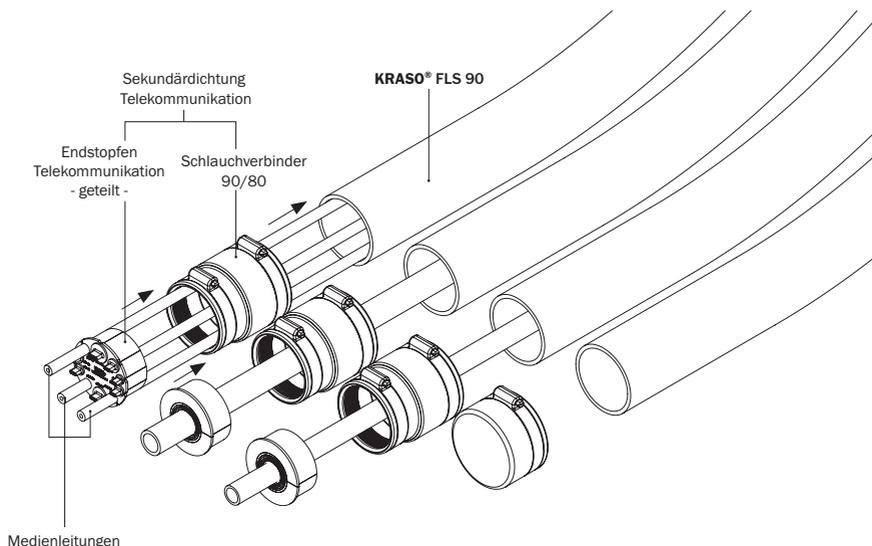

Abbildung 9.1: Einführung der Medienleitungen
9. Einführung der Versorgungsleitung / Sekundärdichtung (s. Abbildung 9.1)